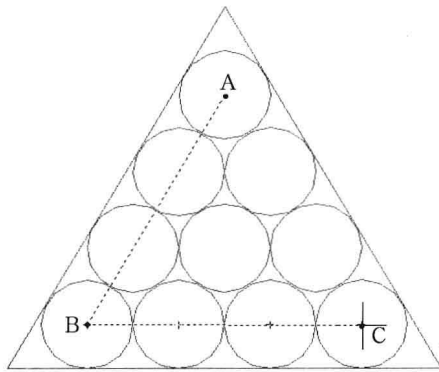

图 4-1-7
(2) 依次单击 A、B、C 点，绘制选择多段线 ABC，如图 4-1-7 所示。